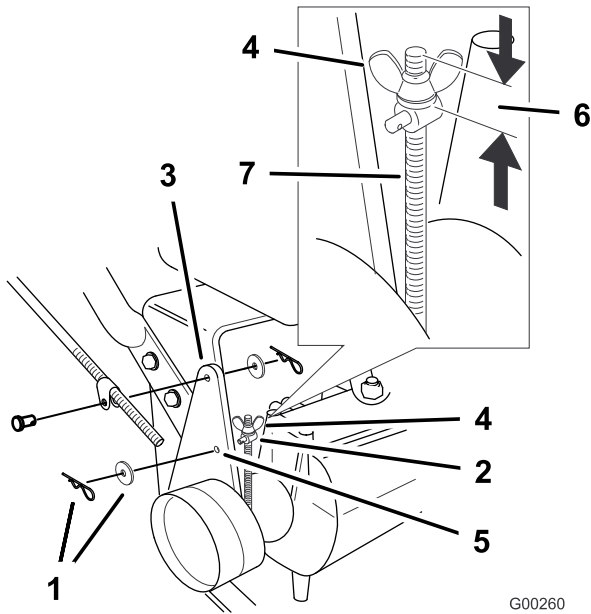

Figure 41
**Remarque:** Pour le réglage initial, ajustez l'écrou à oreilles jusqu'à ce qu'il soit à 3,2 cm du haut de la tige (Figure 41).
- Pour régler le frein, enlevez la goupille fendue et la rondelle du levier et du tourillon (Figure 41).
- Placez le tourillon dans le trou F (Figure 41). Serrez l'écrou à oreilles.
- Fixez le tourillon au levier de frein à l'aide de la rondelle et de la goupille fendue (Figure 41).